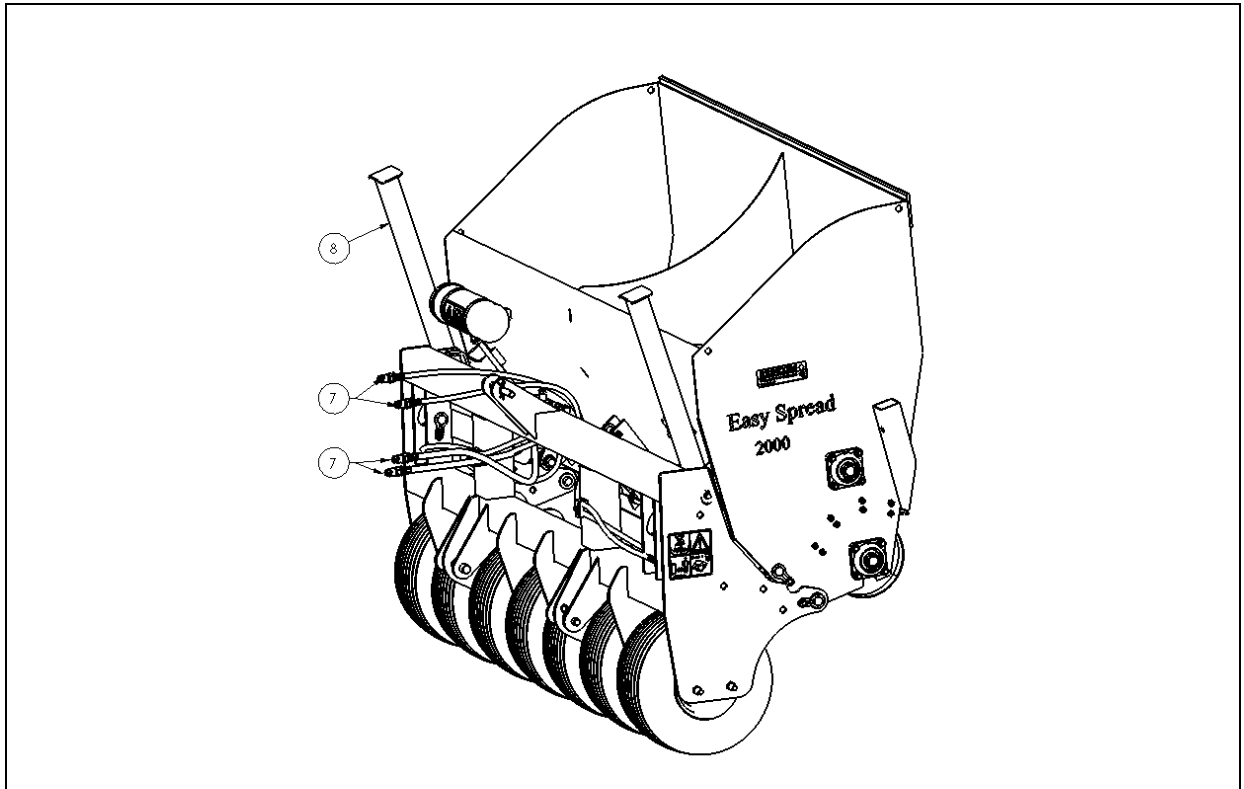

Fig. 8
kantelen van de bak dus op één aansluiting, dit zijn de dunste slangen. De slangen voor het regelen van het strooivolume op de andere aansluiting, dit zijn de dikste slangen. (fig. 8)
10. Verwijder de afzetpoten (8) en monteer deze op het frame. (fig. 8)